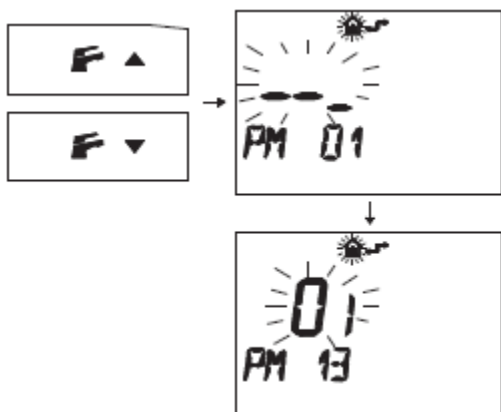

рис. 5.46
- Нажмите кнопки или , для перехода к параметру «PM 13» режим работы насоса (см. рис. 5.46).